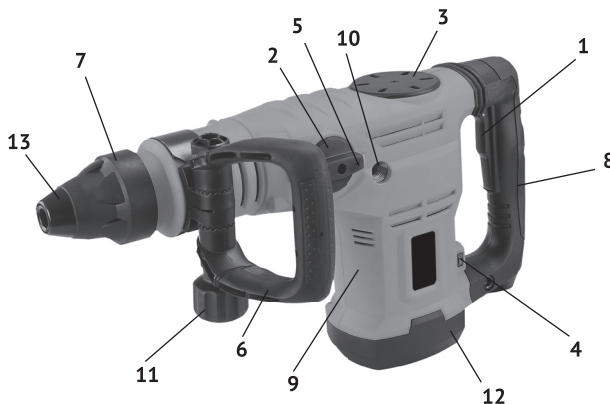

рис. 1
1.3 Основные узлы молотка (двигатель, редуктор и ударный механизм) расположены в пластиковом корпусе (рис.1 поз.9).
Крутящий момент с якоря электродвигателя, расположенного вертикально, через систему шестерён, передаётся на кривошипно-шатунный механизм. Кривошипно-шатунный механизм приводит в действие ударный узел молотка, и энергия удара передаётся на патрон. В зависимости от вида выполняемой работы, в патрон SDS – max вставляется необходимая насадка (пика, долото) с соответствующим хвостовиком. Дополнительная рукоятка передняя (рис.1 поз.6) хомутом крепится на передней, цилиндрической части корпуса. Фиксируется рукоятка гайкой (рис.1 поз.11), в любом положении (от 0° до 360°), что удобно пользователю, как «правше», так и «левше».
1.4 Клавиша выключателя (рис.1 поз.1) расположена в передней части рукоятки (рис.1 поз.8), крепящейся к корпусу молотка (рис.1 поз.9) При необходимости, к корпусу молотка можно прикрутить боковую рукоятку (рис.1 поз.10), справа или слева.
Сверху, на корпусе молотка расположено окно смазки редуктора, закрытое крышкой (рис.1 поз.3). Перед каждым использованием инструмента, ключом (входит в комплект поставки) отвернуть крышку, проверить наличие смазки на кривошипно-шатунном механизме, при необходимости добавить из ёмкости, входящей в комплект.
Слева на корпусе редуктора молотка расположен переключатель режимов работы (рис.1 поз.2). Он фиксируется в одном из двух положений, отмеченных символами: «молоток» - долбление (без вращения) и «кружок» - стопор ствола. Нажав фиксатор (рис.1 поз.5) в торце ручки переключателя, поворотом ручки со стрелкой, совместить с нужным символом. Достигнув нужного положения, фиксатор возвращается в исходное положение, закрепляя ручку в выбранном положении.
В нижней части корпуса, со стороны рукоятки, расположен диск регулятора оборотов двигателя (рис.1 поз.4). Он регулирует скорость вращения якоря двигателя и частоту ударов рабочего инструмента.
Общий вид молотка представлен на рис. 1
При замене рабочих насадок следите за тем, чтобы колпачок (рис.1 поз.13), защищающий патрон от попадания пыли, не был повреждён.
- вращением гайки-фиксатора, ослабить хомут передней рукоятки (рис.1 поз.6);
- установить хомут на цилиндрическую часть корпуса молотка перед патроном (рис.1 поз.9);
Боковая дополнительная рукоятка, при необходимости, прикручивается в одно из двух отверстий (рис.1 поз.10) корпуса молотка.
В зависимости от обрабатываемого материала и установленного рабочего инструмента, регулятором (рис.1 поз.4) устанавливается необходимая частота ударов инструмента.
- при работе в режиме долбления, переключатель (рис.1 поз.2) в положении «молоток».
- при замене насадок в патроне переключатель (рис.1 поз.2) в положении «кружок» - стопор ствола патрона.
3.2 Для замены щёток необходимо открутить крышку корпуса молотка (рис.1 поз.12). Щётки следует заменять парой для обеспечения равной степени их давления на коллектор якоря.